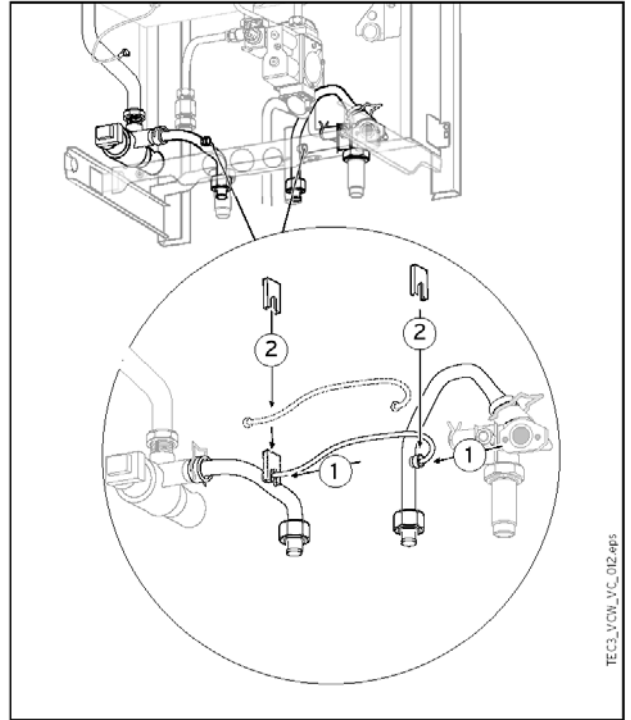

Рис. 12: Установите трубку байпаса.
13. Установите трубку байпаса с двумя уплотнениями. См. рис. 12.